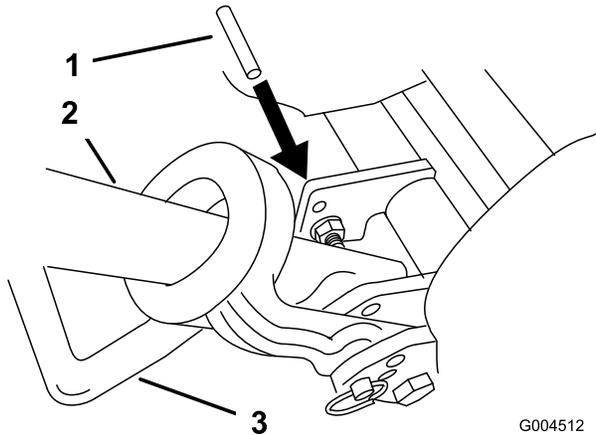

図 51
2. キック・スタンドを立てる。キック・スタンド取り付けボルトの上にあるフレームの穴に、6.4 mm 径のピン (図 51) を差し込む。